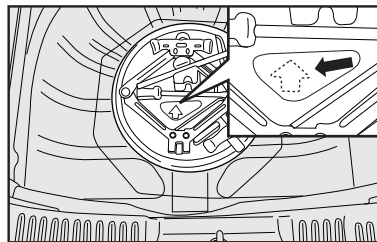

fig. 13
- O porta-ferramentas deve ser colocado com a seta **fig. 13**, apontada para o sentido de marcha de veículo (frente).